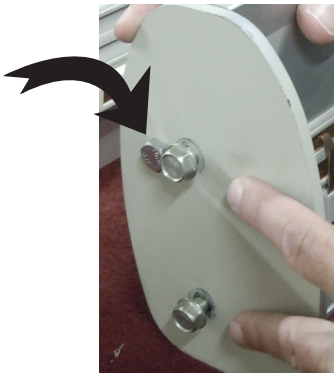

Fig. 6
9. Use el dado de 1/2" para instalar dos (2) tornillos autorroscantes de 5/16" x 18 x 1" para montar la placa de extremo del riel inferior (Fig. 6). Una pequeña cantidad de grasa facilitará la instalación.